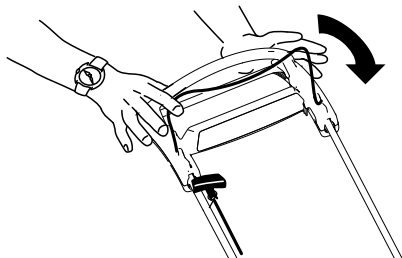

Figuur 18
3. Houd de bedieningsstang van het maaimes tegen de handgreep (Figuur 18).